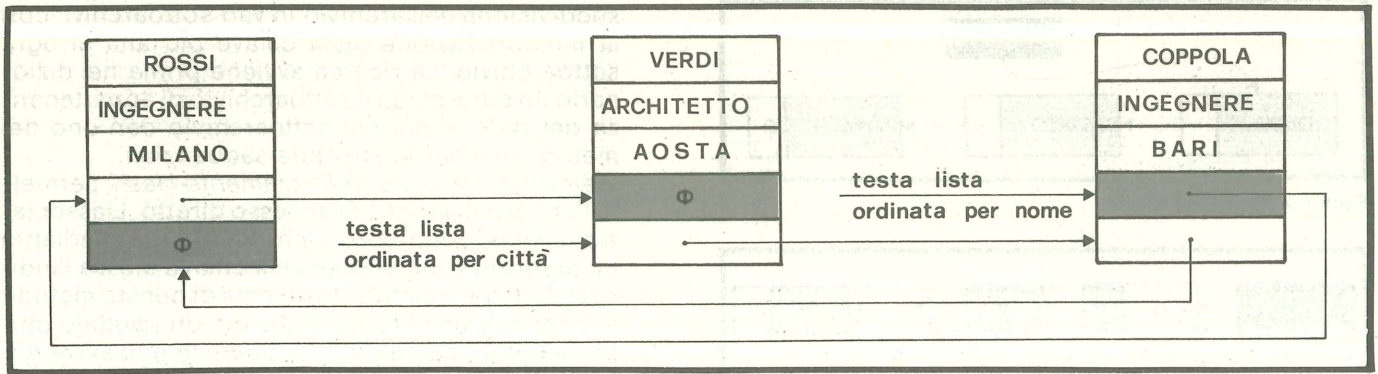
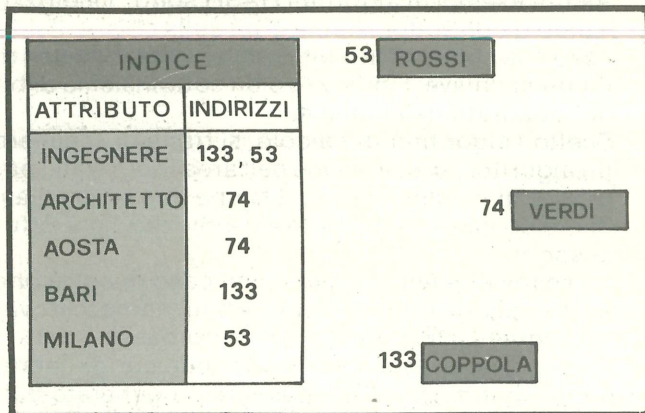

Figura 7 - Informazioni collegate in liste ordinate secondo alcuni attributi.
Figura 8 - Struttura a liste invertite.
- **Strutture a liste invertite:** se si volessero raccogliere gruppi di informazioni in liste ordinate secondo diversi parametri (v. Figura 7), si avrebbe uno spreco di memoria, in quanto sarebbe necessario un puntatore per ogni tipo di lista. Un metodo migliore è quello di definire per ogni elemento (nell'esempio per ogni persona) un insieme di attributi (titolo di studio e città); si crea poi un indice (v. Figura 8) contenente i valori degli attributi e i valori corrispondenti ad ogni elemento che ha quell'attributo, cosicché ogni elemento è ridotto ad una registrazione unica ad un certo indirizzo. A questo punto è possibile una ricerca delle regi-